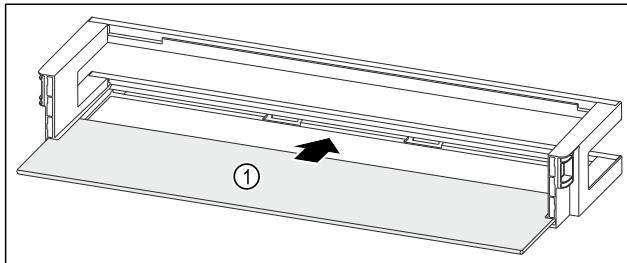

Fig. 52 Дверная полка со съемной полкой
- ▶ Вдвиньте съемную полку Fig. 52 (1) в боковые пазы.